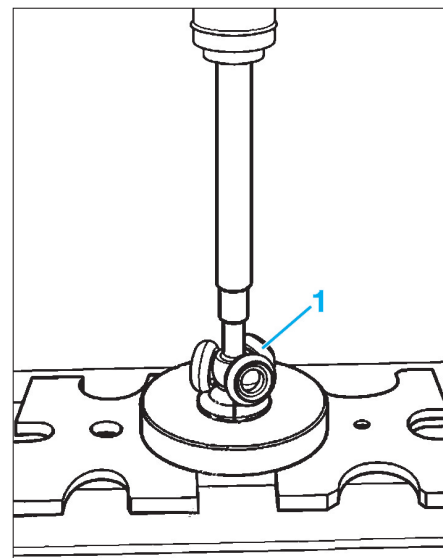

Fig. 10
- Extraire le tripode (1) avec une presse (Fig.10).